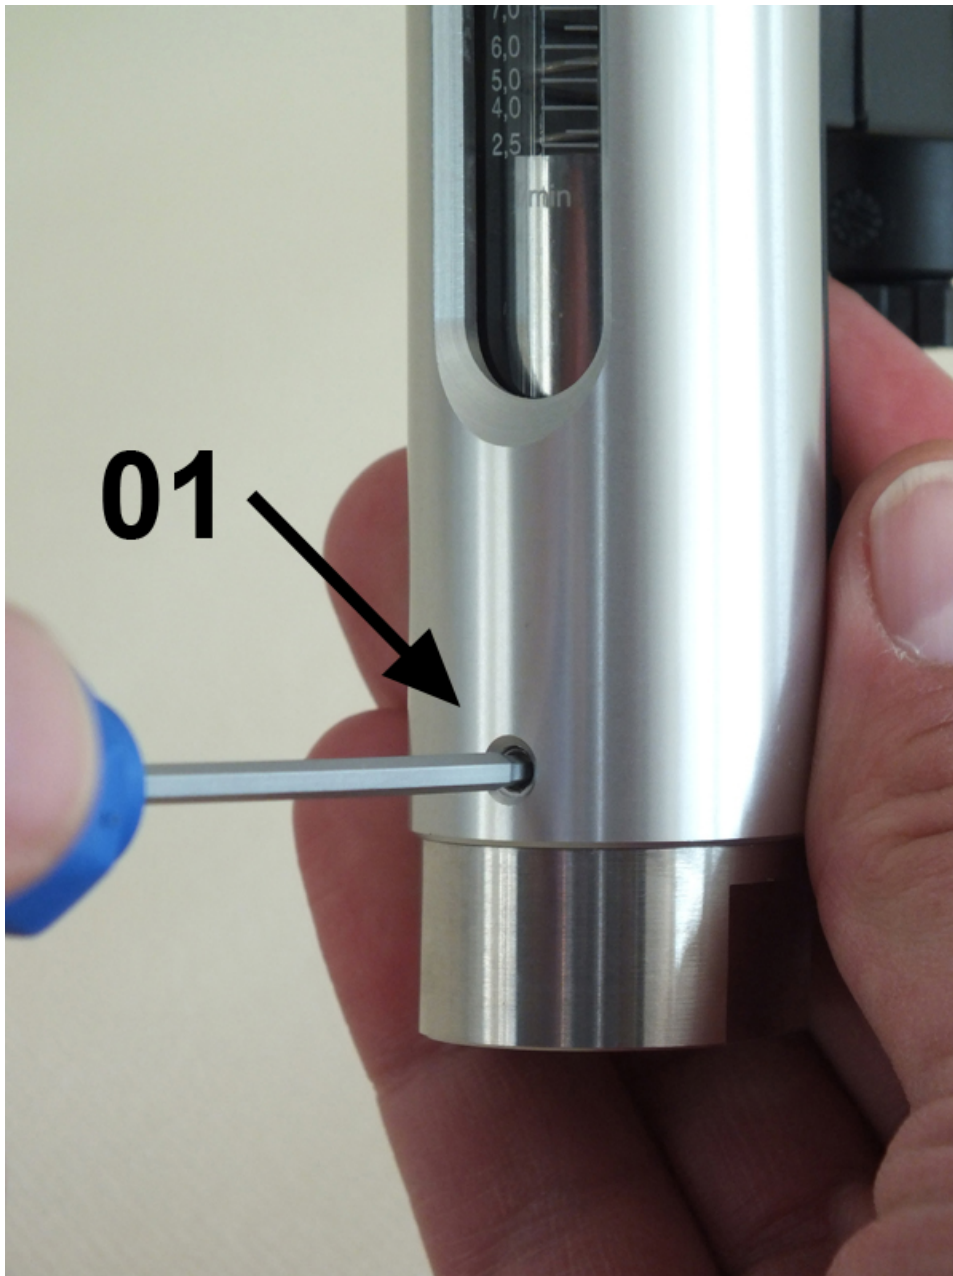

Abb. 37: Schrauben lösen
3. ➤ Gerät mit einer Hand gegen Herausrutschen des Schauglases sichern, mit der anderen die unteren 3 Innensechskantschrauben (Abb. 37/01) lösen